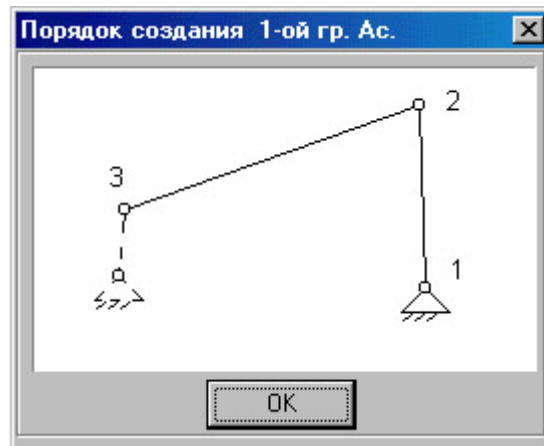

Рисунок 3 – Пояснение порядка присоединения группы Ассура к ведущему звену и стойке
- на экране появится панель, показывающая порядок создания группы (рисунок 3);
- теперь, следуя указаниям в строке подсказки внизу экрана, "кликните" в месте, где вы желаете установить опору 1-ой группы Ассура – пункт 1, рисунок 3;
- далее таким же образом укажите промежуточный шарнир – пункт 2, рисунок 3;
- "кликнув" по ведущему звену завершите процесс создания группы – пункт 3, рисунок 3.